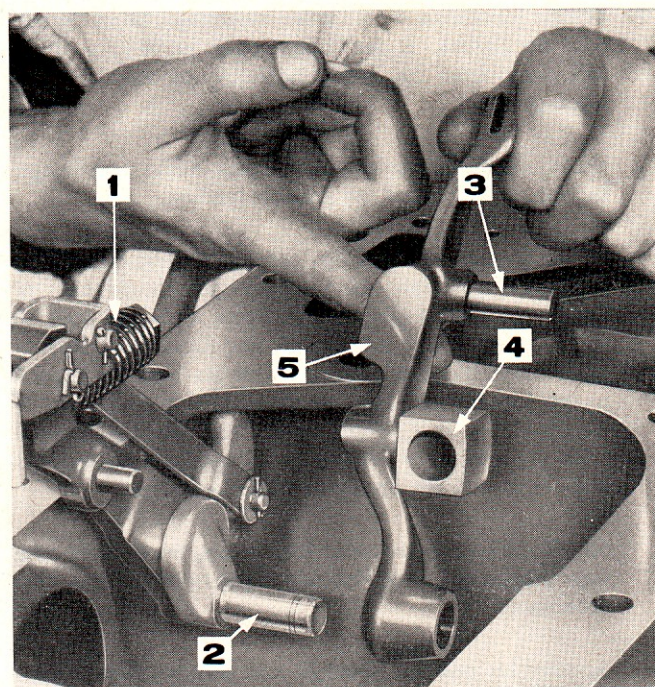

Figure 37: Pose du levier d'attaque de tiroir de commande
10. Monter ensemble le levier d'attaque de tiroir de commande et l'articulation sur l'arbre du levier de commande, et immobiliser le levier au moyen d'un circlips (Figure 37).